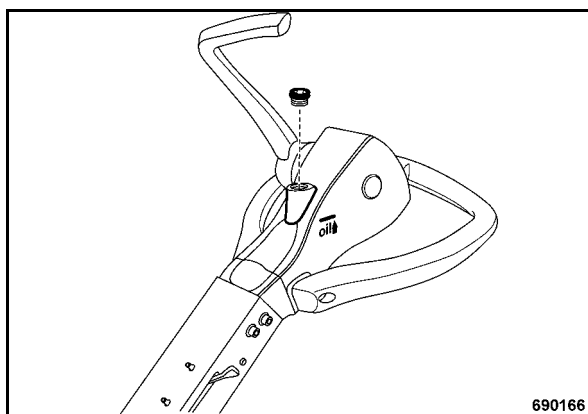

Fig. 60
- Con el dispositivo de ajuste de altura (Fig. 60) ajustar el timón de forma que la superficie esté en horizontal con el tornillo de control.